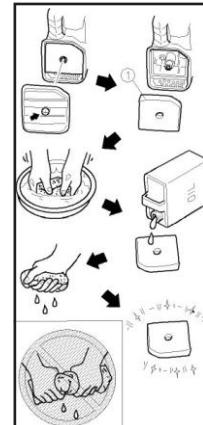

Рис. 11
- Снимите крышку корпуса (для моделей HHY 1050Si, HHY 2050Si, HHY 3050Si и HHY 9050Si) и извлеките фильтрующий элемент (1, рис. 11).